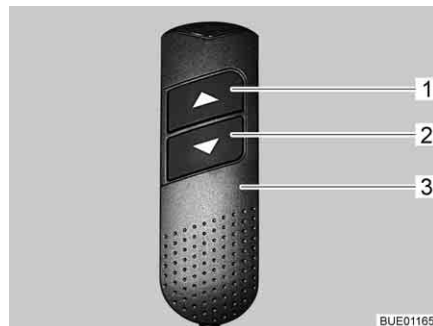

Fig. 68 Elemento di regolazione
- Sull'elemento di regolazione (Fig. 68,3) premere contemporaneamente i due tasti freccia (Fig. 68, 1 e 2) e tenerli premuti fino a quando il letto basculante non si è spostato completamente verso il basso. Una volta rilasciati i tasti viene emesso un segnale acustico di conferma.
- Sull'elemento di regolazione (Fig. 68,3) premere il tasto freccia inferiore (Fig. 68,2) e tenerlo premuto fino a quando il letto basculante non ha raggiunto la posizione finale in basso.
- Sull'elemento di regolazione (Fig. 68,3) premere il tasto freccia superiore (Fig. 68,1) e tenerlo premuto fino a quando il letto basculante non ha raggiunto la posizione finale in alto.
- Portare leggermente il letto basculante con i tasti freccia (Fig. 68,1 o 2) nella direzione opposta.